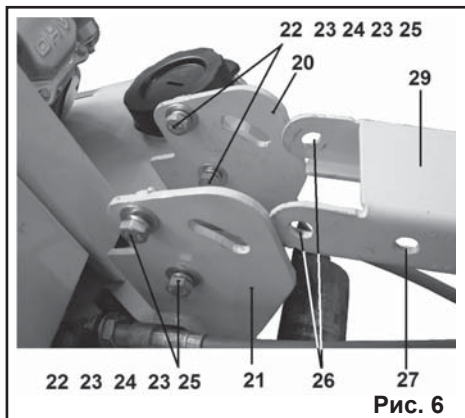

Рис. 6
7.1.1. На кронштейнах (20 и 21), расположенных около бака для воды (4), снимите детали крепления: болты (22), шайбы (23), шайбы пружинные (24), гайки (25) (Рис. 6).
7.1.2. Совместите отверстия (31) кронштейнов (20, 21) с отверстиями (26) кронштейна рукоятки управления (29), а отверстия (27) кронштейна (29) - с пазовыми отверстиями (32) кронштейнов (20, 21) (Рис. 6, 7).